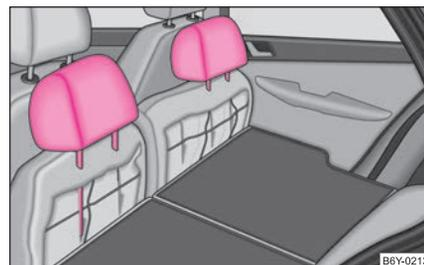

Abb. 53 Rücksitze: Kopfstützen in Rücksitzflächen stecken
- Die Kopfstützen können in die entsprechenden Öffnungen der vorgeklappten Rücksitzflächen eingesteckt werden ⇒ Abb. 53.